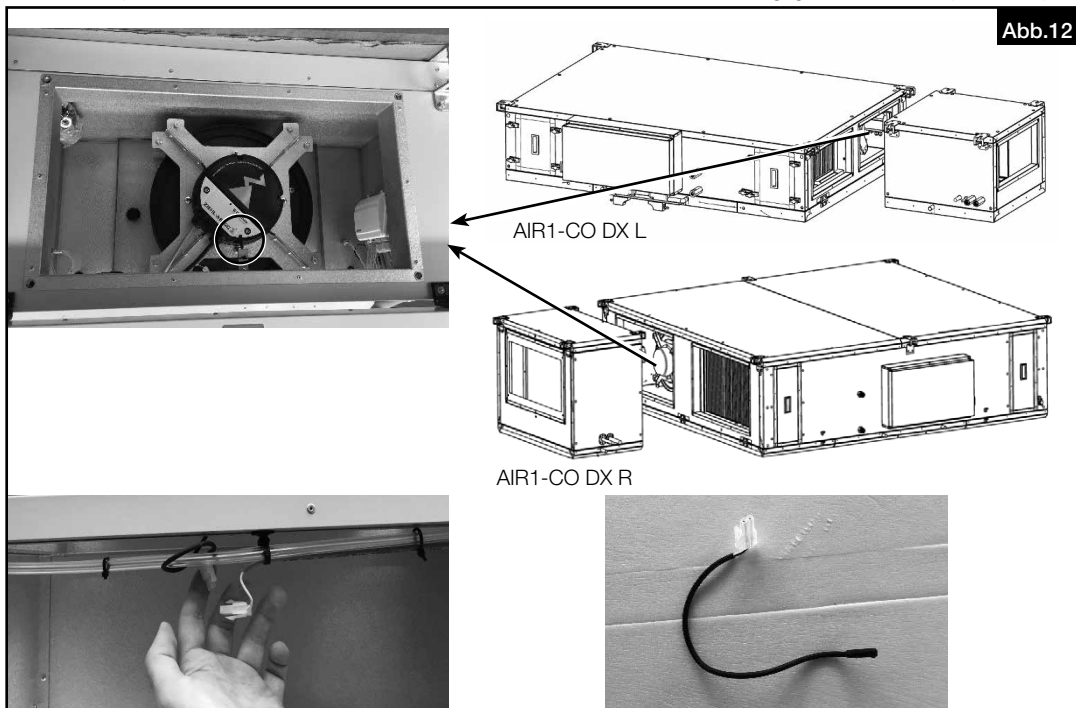

Abb.12
2. Den Temperatursensor von der markierten Stelle im Zuluftkanal des AIR1-Lüftungsgeräts entfernen (s. Abb.12).